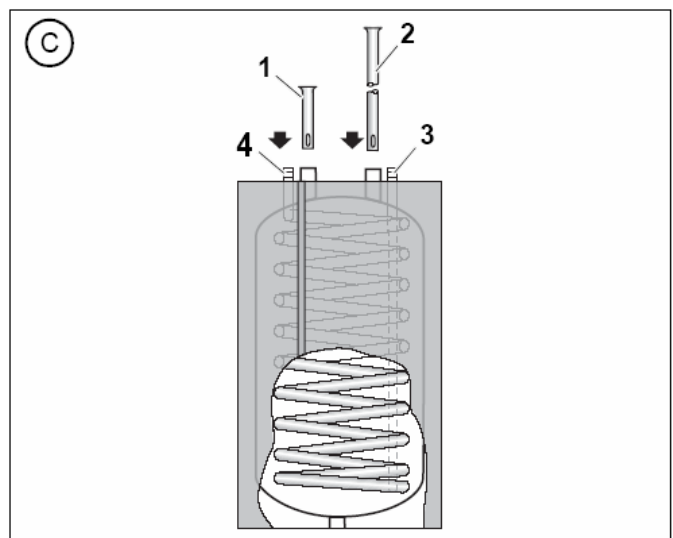

Рис. 10 Установка погружной гильзы (присоединение сверху)
- Короткую погружную гильзу вставить сверху в присоединение AW (рис. 10, поз. 1).
- Длинную погружную гильзу вставить сверху в присоединение EK (рис. 10, поз. 2).